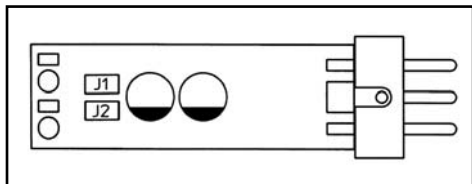

Fig. 4: Print DPA
• Bassabsenkung aktivieren Siehe Fig. 4.